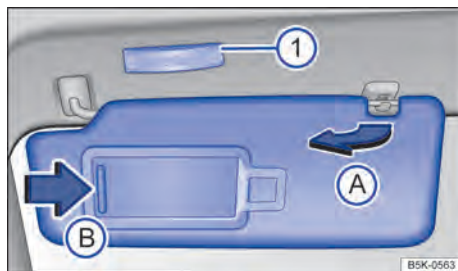

Fig. 80 Para-sol.
- Retirar o para-sol cuidadosamente do suporte segurando a base de fixação e virar na direção das portas → Fig. 80 (A).
No para-sol rebatido para baixo encontra-se um espelho de cortesia atrás de uma cobertura. Ao abrir a cobertura → Fig. 80 (B) uma lanterna se acende
①.